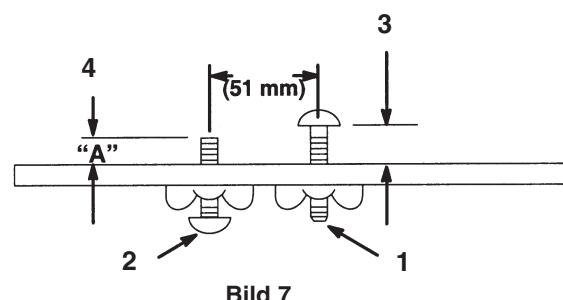

Bild 7
Um eine gleichbleibende Neigung des Schneidwerks einzustellen, empfiehlt Ihnen Toro nachdrücklich den Gebrauch einer 2-Schrauben-Meßlehre mit der TORO Bestell-Nr. 98-1852 (Bild 7). Mit der ersten Schraube wird die Schnitthöhe eingestellt, mit der zweiten die Neigung des Schneidwerks. Mit der zweiten Schraube geschieht eine einfache
Leiste bis zur Unterseite des Schraubkopfes (Bild 7).
2. Stellen Sie die Neigung „A“ anhand der Tabelle 1 für die zweite Schraube auf der Messlehre ein. Diese Abmessung gilt von der Stirnseite der Leiste bis zum Ende der Schraube (Bild 7).